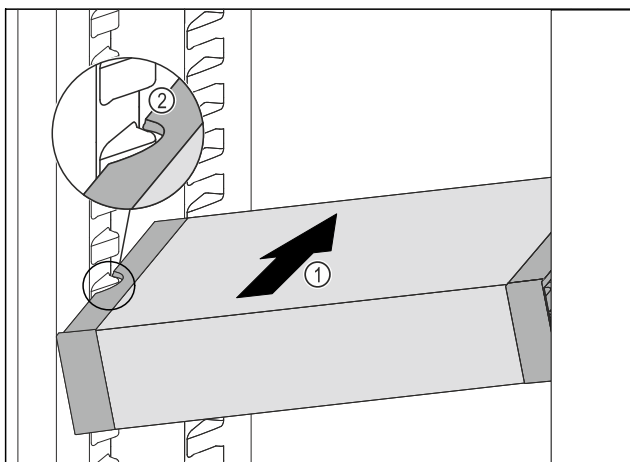

Fig. 105
- ▶ Вкарайте VarioSafe под ъгъл в хладилната част Fig. 105 (1), докато страничните прорези Fig. 105 (2) на VarioSafe се намират на височината на реброто на съда в хладилната част.